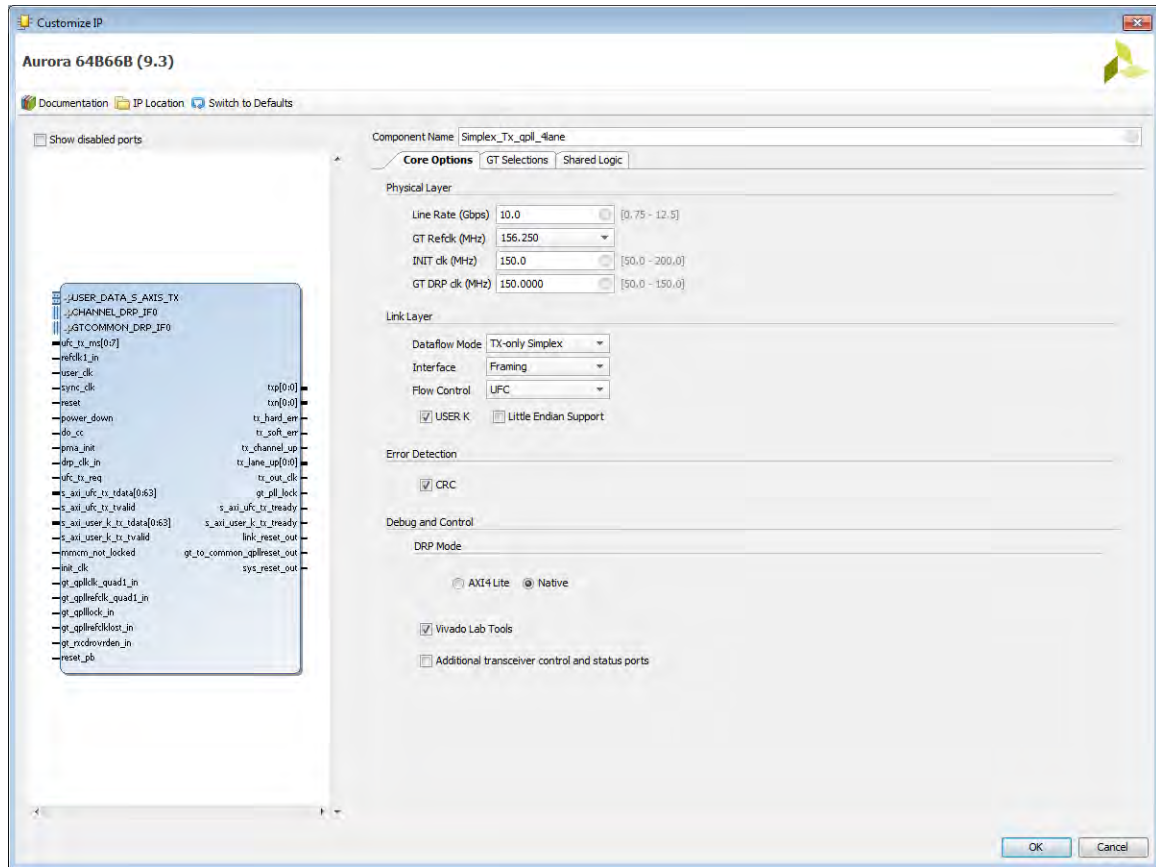

図 13 : Aurora 64B/66B コアを 4 レーン シンプレックス TX コアとして生成する場合の Vivado IDE の設定
10. 図 13 のようにコンフィギュレーションオプションを設定します。